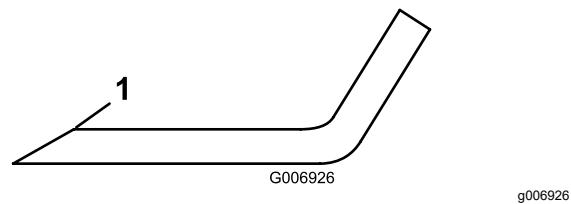

Figure 73
3. Examinez les tranchants de toutes les lames. aiguissez-les s'ils sont émoussés ou ébréchés. N'affûtez que le haut du tranchant et conservez l'angle de coupe d'origine pour obtenir une coupe nette (Figure 73). Limez la même quantité de métal sur chacun des deux tranchants pour ne pas déséquilibrer la lame.